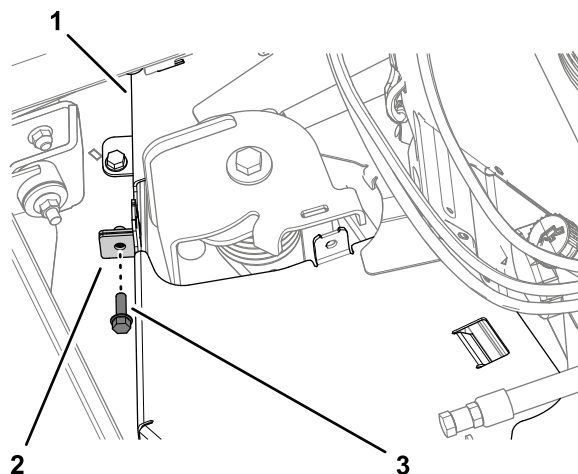

図 44
3. ベルトカバーのフランジをフランジヘッドねじで固定する 図 44 左側ベルトカバーの取り外し \(ページ 24\) で外したねじを使用する。